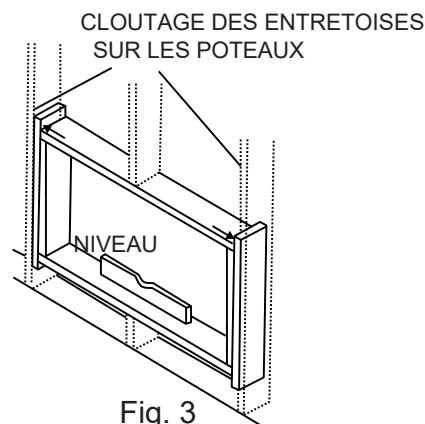

Fig. 3
2. Fixez le caisson avec des clous à maçonnerie, ou les vis d'ancrage à maçonnerie appropriées. (Vous pouvez également fixer le caisson en construisant un encadrement dans le mur de maçonnerie comme celui indiqué sur la figure 3 de l'étape 2 de la section Préparation du mur. Fixez le cadre au mur de maçonnerie de manière sécurisée. Cette option permet de bien dégager les aérateurs à lames de chaque côté du caisson.)